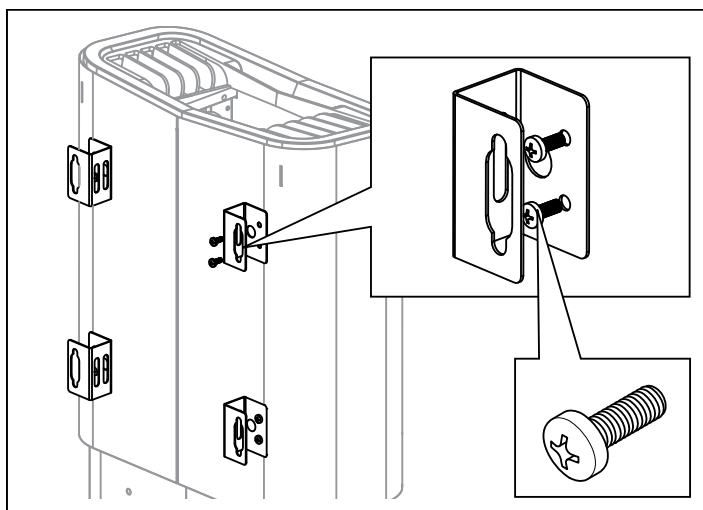

Afbeelding 6: Verbinding
3. Bevestig trekontlastingstoestellen (3) en sluit de elektriciteitskabel (1) aan op de aansluiting (2) (zie afbeelding 6) volgens het bedradingsschema (zie het gedeelte Aansluit- en bedradingsschema, afbeelding 15).